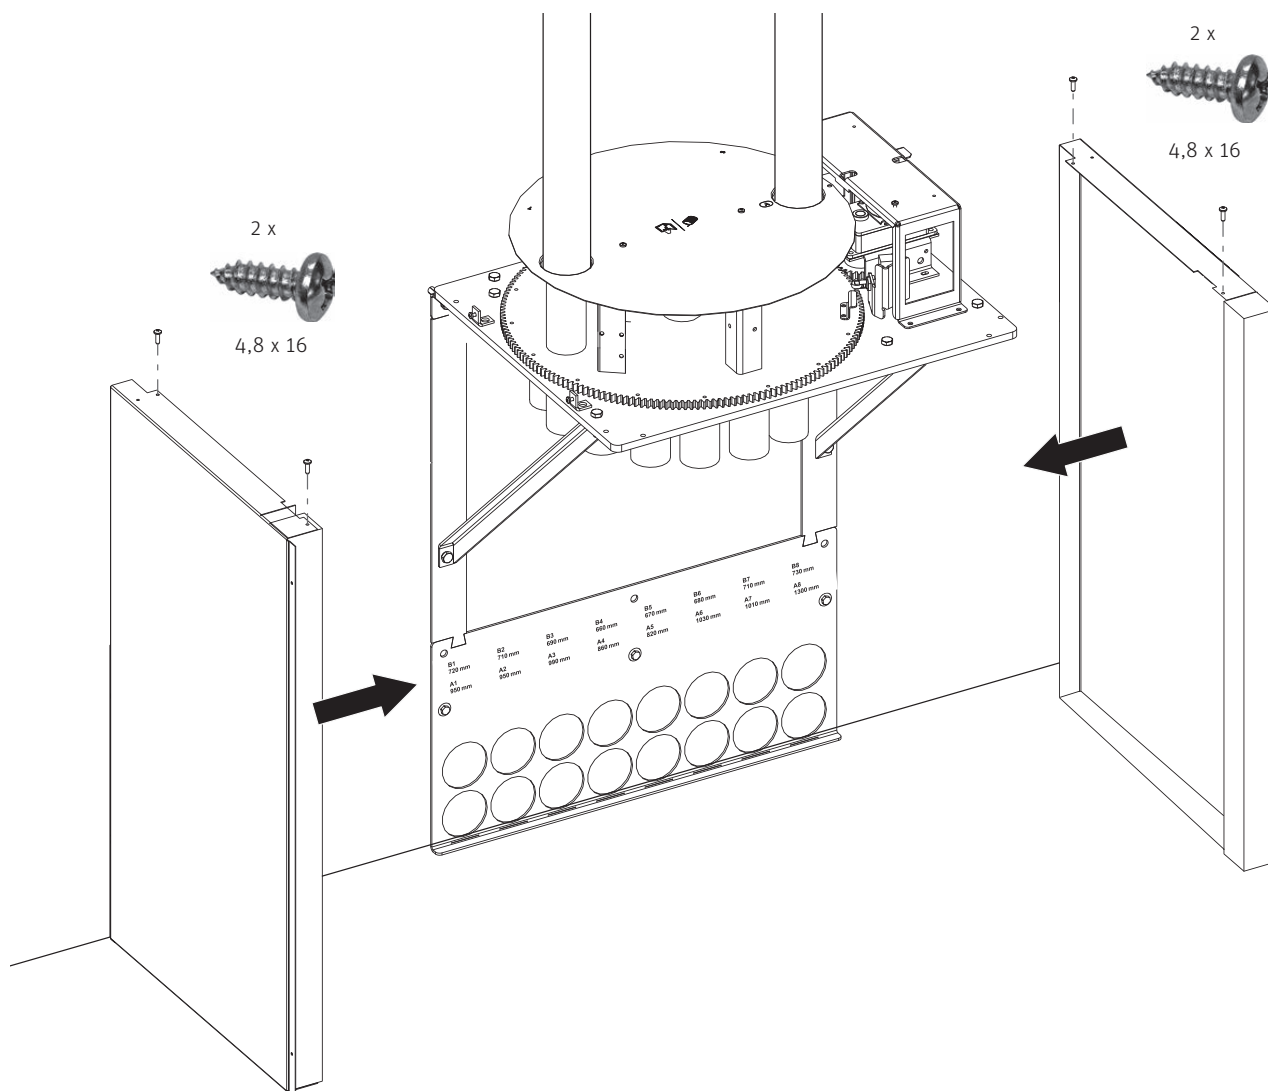

Fig. 31 Montage des éléments latéraux
- Fixer les éléments latéraux dans le haut avec respectivement 2 vis à tête 4,8 x 16 – Fig. 31.